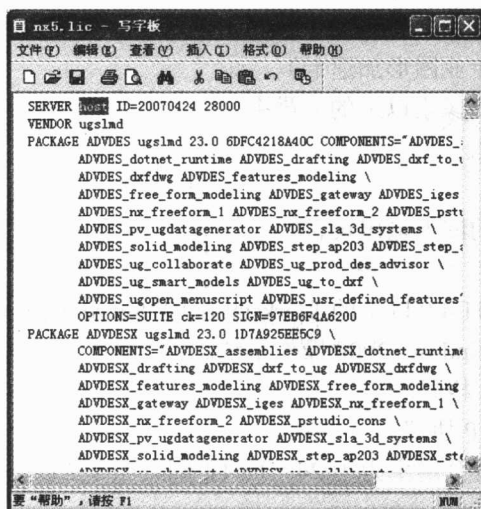

图 1-2 修改 nx5.lic 文件中的计算机名
2) 找到破解文件夹里存放的 nx5.lic 文件, 用写字板打开该文件, 将第 1 行中的 host 用你机子的计算机名代替, 例如我的机子完整的计算机名称是 WORK3, 则将原来的 SERVER host ID=20070424 28000 改为 SERVER WORK3 ID=20070424 28000, 改好后保存。如图 1-2 所示。